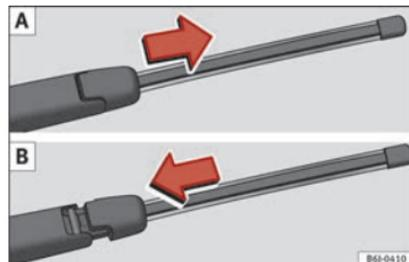

Fig. 171 Sostituzione della spazzola del tergilunotto.
- Scorrere l'adattatore della spazzola nella direzione della freccia e rimuovere la spazzola » fig. 171 A.
- Posizionare la spazzola come indicato nella figura » fig. 171 B e scorrere l'adattatore fino a quando non si incastra.